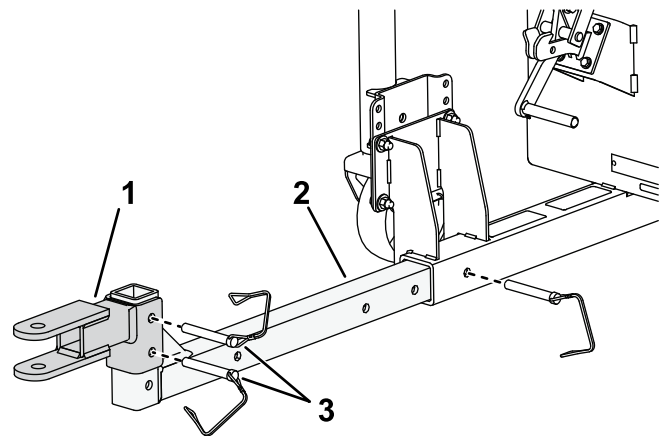

Figura 3
1. Inserite il tubo di traino sul telaio come illustrato nella Figura 3.
2. Montate l'adattatore di traino sul tubo di traino con i perni a testa piana (Figura 3).
2. Rimuovete i perni a testa piana dall'adattatore di traino e regolate la posizione verso il basso o verso l'alto (Figura 3) secondo necessità.